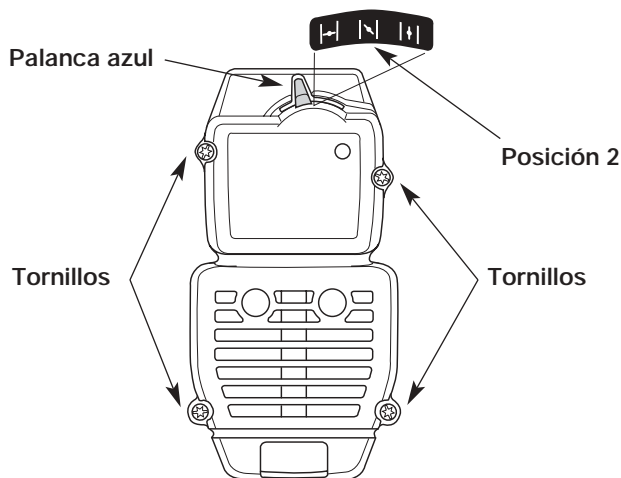

Fig. 17
NOTA: La palanca azul debe estar en Posición 2 (Fig. 17) para sacar la cubierta del silenciador / filtro de aire.
- Saque los cuatro (4) tornillos que sostienen la cubierta del silenciador / filtro de aire (Fig. 17). Use un destornillador de broca Torx N° T20.
2. Inserte los cuatro (4) tornillos en los orificios de la cubierta del silenciador / filtro de aire (Fig. 17) y ajústelos. **No los ajuste demasiado.**